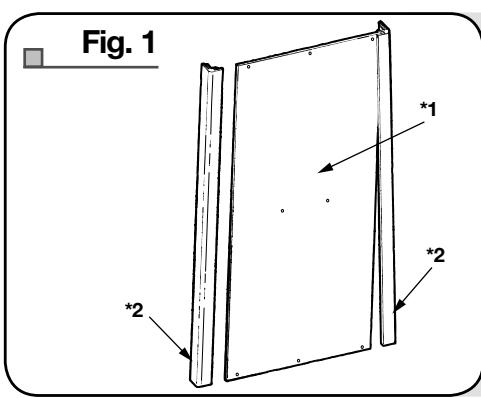

Fig. 1
1. Hold the center panel upright with your left hand. Let the bottom rest on the floor. With the right hand, angle the corner lock strip and engage it to the left side of the center panel at the top. (Make sure the smooth side of the panel is to the inside) Align the top of the lock strip to the top of center panel. Use the palm of your hand, push or tap the lock strip onto the panel, down about 10 inches from the top. Then take a hammer and strike the lock strip starting at the top. As the lock strip is seated, it will continue to engage the panel (make your strike 3 to 4 inches above where the panel is starting to join). Repeat the process to put the lock strip on the other side of the center panel with the lock strip. (**Fig. 1**)
1. Sostenga el panel central en posición vertical con la mano izquierda. Deje que la parte inferior se apoye sobre el piso. Con la mano derecha, coloque el perfil en el ángulo y trábelo al lado izquierdo del panel central en la parte superior. (Asegúrese de que la parte lisa del panel esté hacia adentro). Alinee la parte superior del perfil a la parte superior del panel central. Con la palma de la mano, empuje o golpee suavemente el perfil hacia el panel, aproximadamente 10" (25 cm) desde el borde superior. Despues golpee el perfil con un martillo desde la parte superior. Mientras que el perfil esté apoyado, continuará sosteniendo el panel (asegúrese de golpear de 3" a 4" (7 a 10 cm) arriba de donde el panel comienza a juntarse). Repita el proceso para poner el otro perfil al otro lado del panel. (**Fig. 1**)